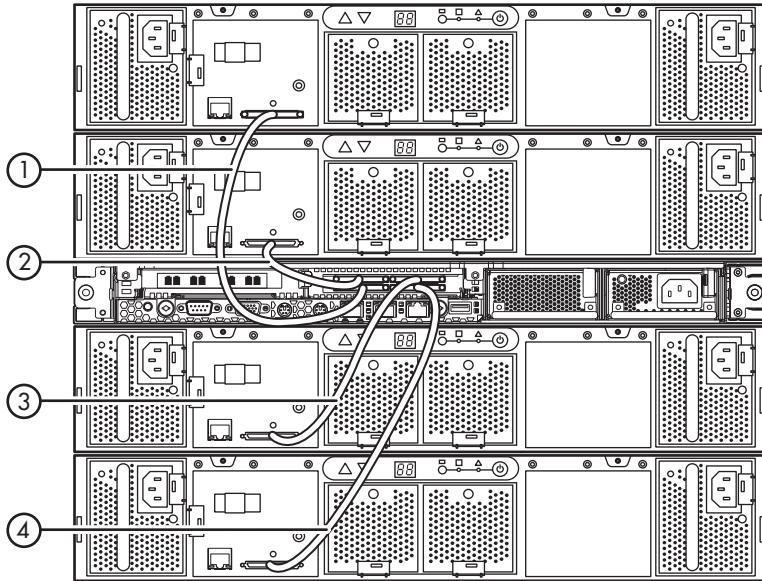

図 11. 各ディスク アレイのVHDCIコネクタの、ノードのVHDCIコネクタへの正しいつなぎ方
3. 各ディスク アレイのVHDCIコネクタを、ノードのVHDCIコネクタにつなぎます（図 11）。